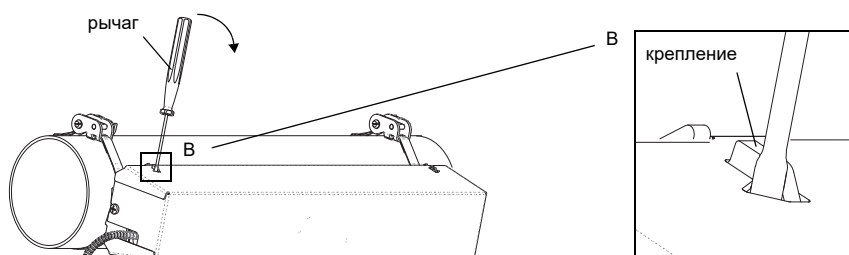

Рис. 8.47: Снятие крышки
- Вставьте рычаг в одно из четырех отверстий в крышке (смотри Рис. 8.47).